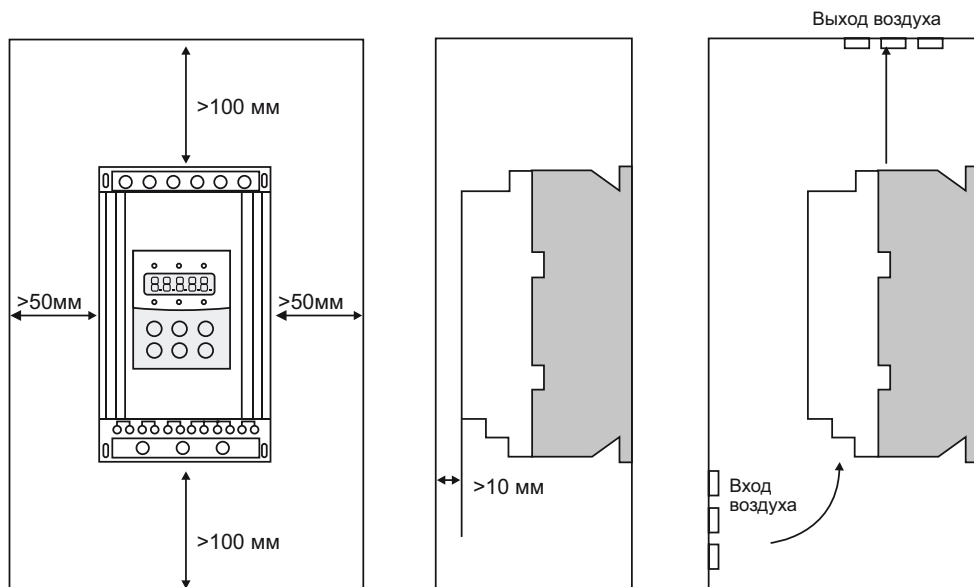

рис. 1
- Размещение устройства: для обеспечения нормальных условий эксплуатации, пожалуйста, монтируйте устройство в вертикальном положении с обеспечением необходимых зазоров вокруг устройства (см. рис. 1).
- При монтаже в оболочку, убедитесь в обеспечении хорошей вентиляции для достаточного теплоотвода (см. рис. 1).